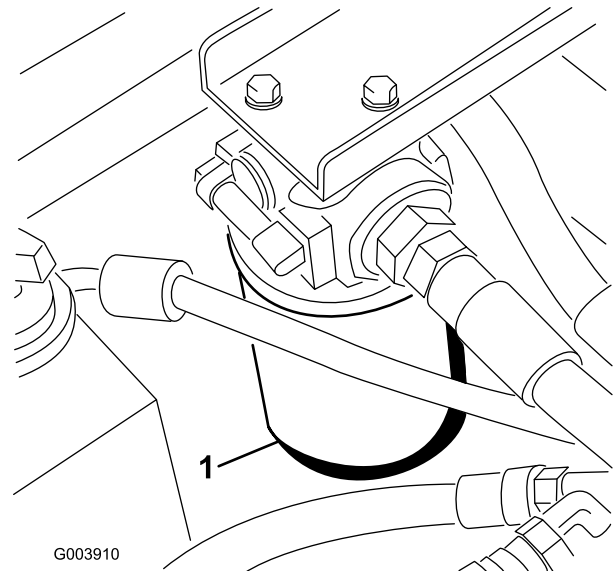

Bild 72
2. Reinigen Sie den Bereich um den Filterbefestigungsbereich und stellen Sie eine Auffangwanne unter den Filter (Bild 72).